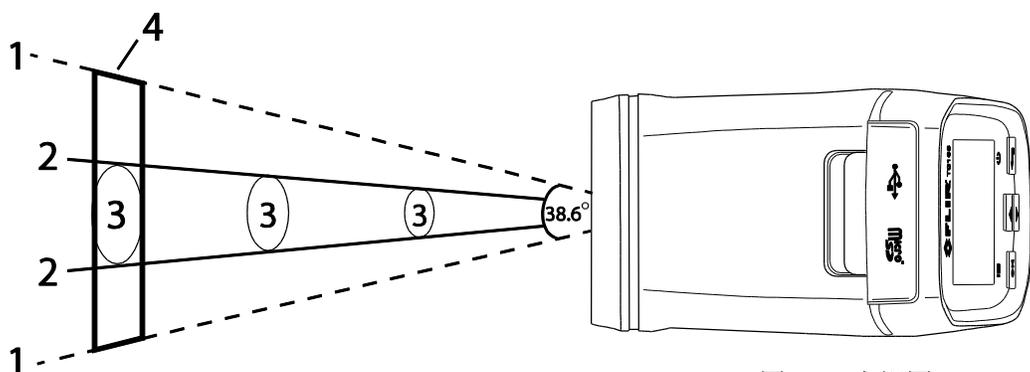
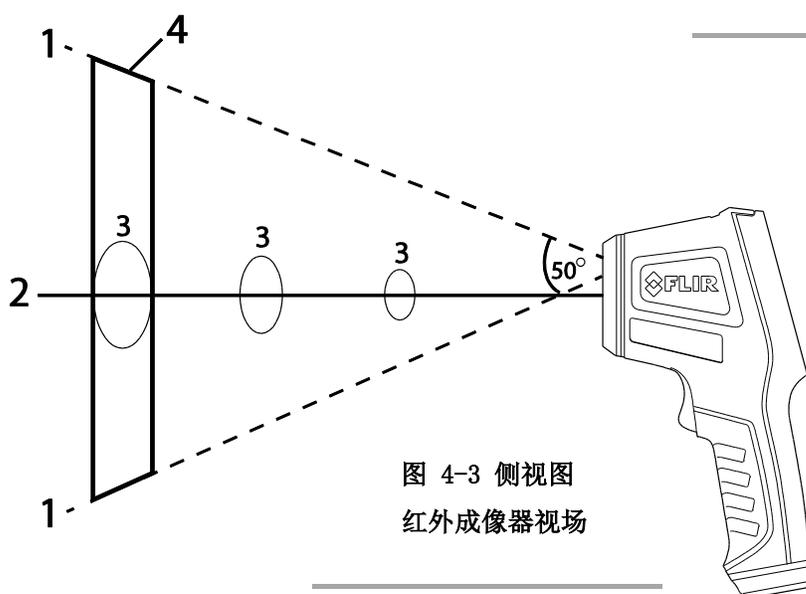

图 4-2 上视图
图 4-3 侧视图
- 图 4-2 为上视图，两条虚线 (1) 表示红外图像视场 ( $38.6^\circ$ ) 的左右 (水平) 边界。
- 图 4-3 为侧视图，两条虚线 (1) 表示红外图像视场 ( $50^\circ$ ) 的上下 (垂直) 边界。
- 图 4-2 中的两条实线 (2) 表示红外测温仪的视场。
- 图 4-2 中的椭圆 (3) 表示红外测温仪的已测量目标点直径。
- 图 4-2 中激光笔 (2) 框住目标点 (3)。图 4-3 中激光平面 (2) 显示为一条而非两条线 (因为从侧面观察激光处在同一平面)。